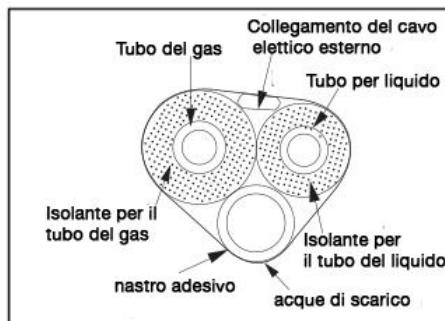

Fig. 13
2. Una volta isolati i tubi frigoriferi e i cavi (come illustra la fig. 13), inserirli nel foro a muro.